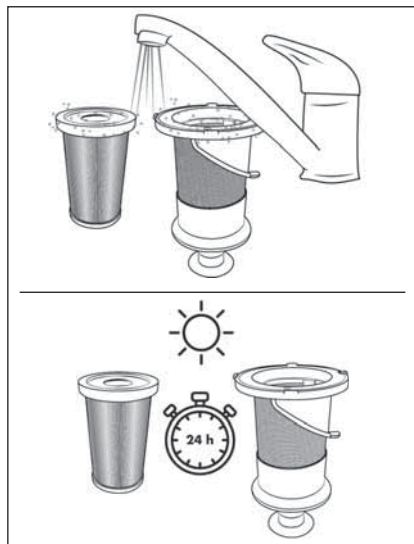

Fig. 22
- 5) Lave o filtro EPA ⑤ e o filtro de aço inoxidável ⑥ com água fria ou morna. Deixe o filtro EPA ⑤ e o filtro de aço inoxidável ⑥ secar ao ar, antes de os voltar a colocar no reservatório de pó ⑦ (ver fig. 22).